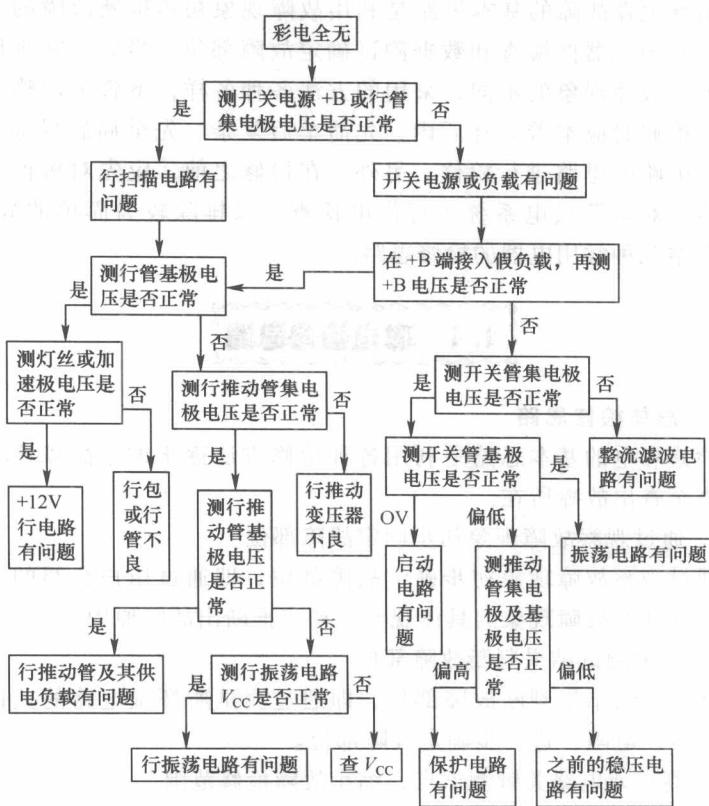

图 1-1 彩电全无的检修思路与步骤
(1) 检修思路 图 1-1 给出了基本检修思路，在检修过程中遇到的现象与测试结果要比此处列举的多得多，这就要求逐一区别对待。
根据图 1-1 所示，首先测开关电源 +B 或行管集电极电压，若正常或高于正常，则说明故障出在行扫描电路；若无电压或电压偏低，则故障出在开关电源或其负载。然后在 +B 端接入假负载，复测 +B 端电压，若电压仍不正常，则说明故障在开关电源部分，反之在负